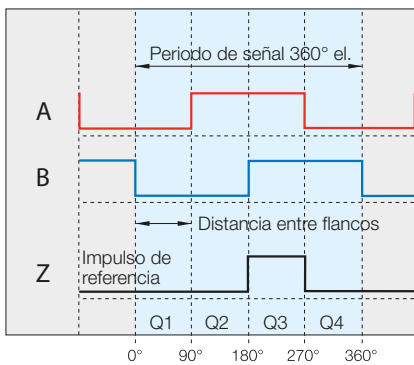

Fig. 6-1: Señales de salida digitales con un movimiento de avance
Cada cambio de flanco de A o B es interpretado por el contador de periodos (contador up/down) como un paso del contador. Si la señal A avanza, el valor indicado por el contador aumenta, pero si es la señal B la que avanza, entonces disminuye. Esto permite al control conocer en todo momento la posición incremental exacta sin tener que consultarla regularmente con el sensor (funcionalidad de tiempo real). La posición de la señal Z puede ser distinta (Q1-Q4, véase Fig. 6-1). Sin embargo, siempre se encuentra en la posición correcta físicamente y siempre mide un incremento de anchura.
- Una señal de referencia de polos periódicos (periodo = 10 mm, anchura de la señal de referencia = distancia entre flancos, Fig. 6-1). Si se deben transferir varias señales de referencia, se debe montar un interruptor selector externo en la señal de punto de referencia deseada.